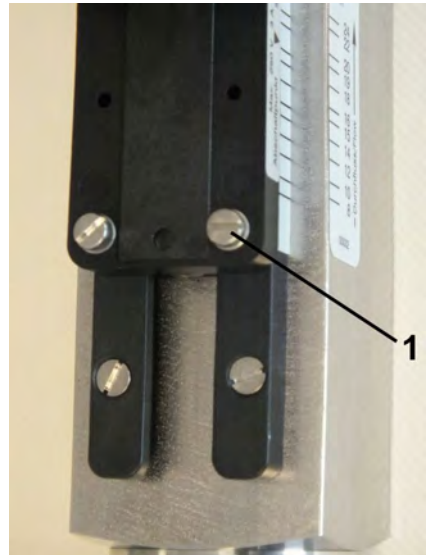

Abb. 34: Feststellschrauben lösen
1. Die Feststellschrauben des Schaltkontaktes (Abb. 34/1) mit einem Schlitzschraubendreher lösen.
3. Feststellschrauben des Schaltkontaktes (Abb. 34/1) mit einem Schlitzschraubendreher wieder anziehen. Dabei Schrauben-Anziehdrehmoment beachten.